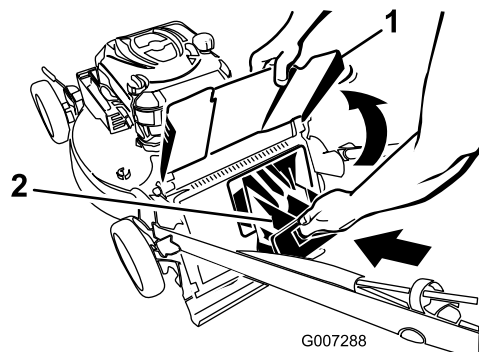
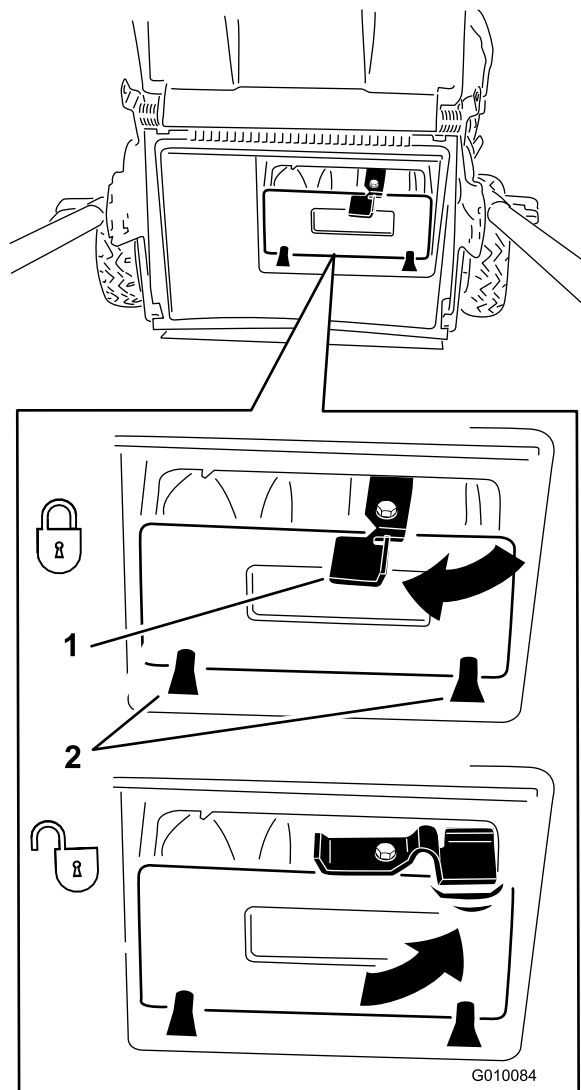

Рисунок 18
Рисунок 19
**Внимание:** Убедитесь, что задняя выпускная пробка установлена на своем месте и зафиксирована. Фиксация пробки: поднимите отражатель выброса (Рисунок 18), нажмите на пробку с достаточным усилием, чтобы она защелкнулась на своем месте позади выступов, затем поверните рычаг на пробке влево (Рисунок 19).
**Примечание:** Чтобы расфиксировать пробку, поверните рычаг на пробке вправо (Рисунок 19).